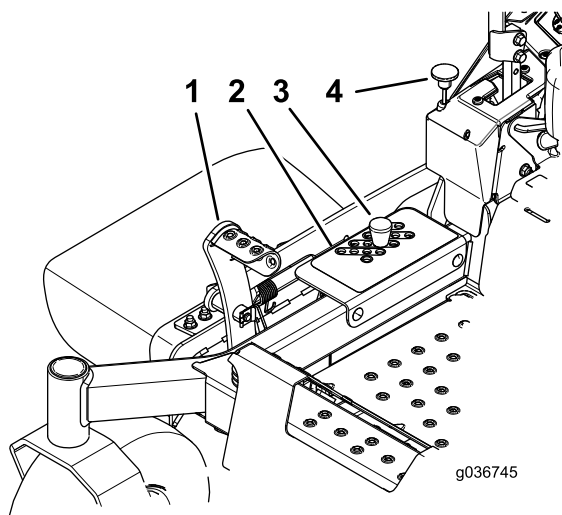

Figure 35
2. Appuyez sur la pédale de levage du tablier avec le pied et élevez le tablier à la position de TRANSPORT (qui est aussi la position de hauteur de coupe de 127 mm [5 po]), comme montré à la Figure 35.
3. Retirez l'axe du support de hauteur de coupe (Figure 35).
4. Placez la goupille dans le trou du support correspondant à la hauteur de coupe voulue (Figure 35).